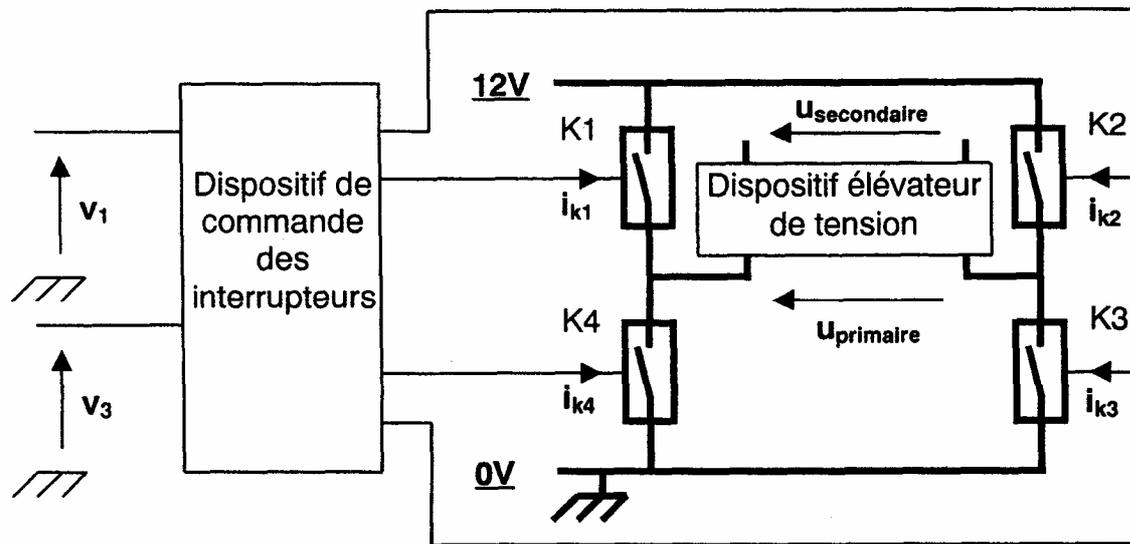

Figure 4
A.3 Commande des interrupteurs électroniques (voir Figure 4)